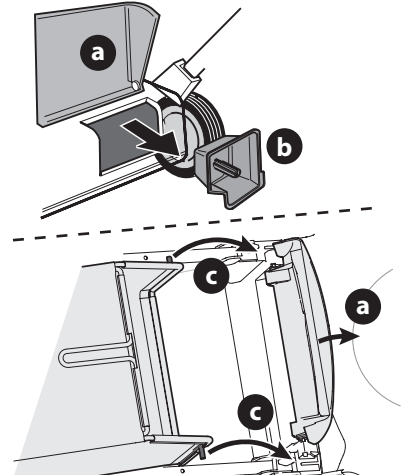

Figure 17
2. Suivez les étapes ci-dessous pour installer le sac à herbe sur la tondeuse (Figure 17) :